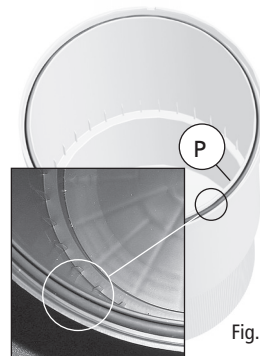

Fig. 1
- Voordat u de filter voor het eerst start, moet u de O-ring (P) van het deksel aanbrengen, die in een aparte polyzak zit. Deze O-ring moet op de juiste manier worden ingebracht in de zitting bovenaan de filterbus (Fig. 1).